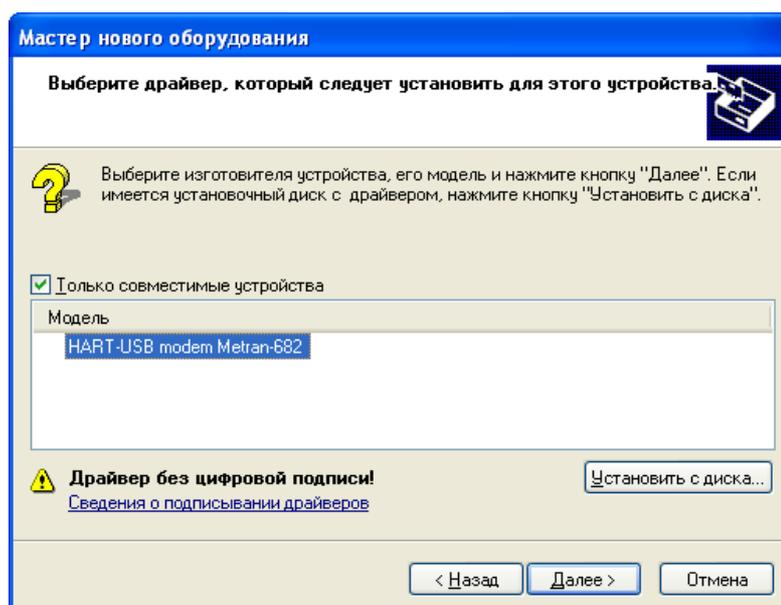
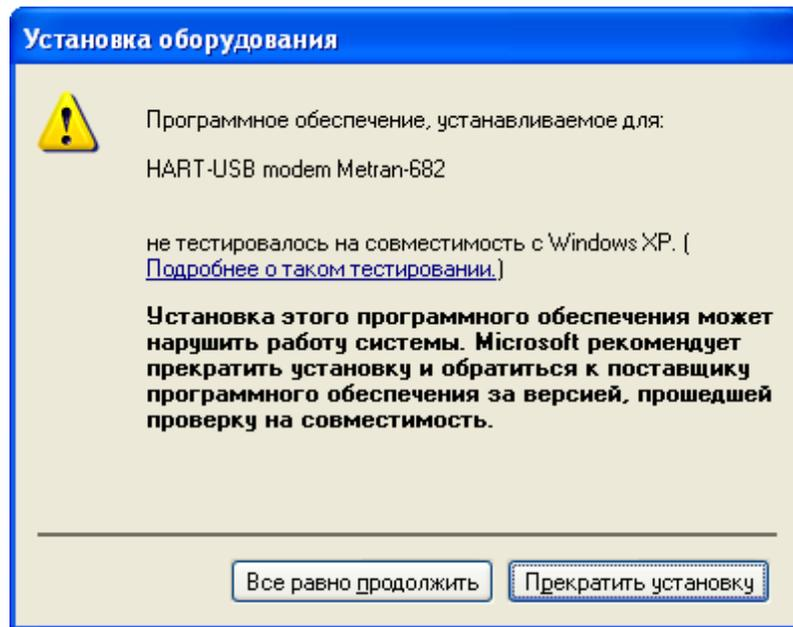

Рисунок 8
Рисунок 9
2.2.3.7 В окне (рисунок 8) должен появиться драйвер с именем «HART-USB modem Metran-682». Нажать кнопку «Далее». Подтвердить установку данного программного обеспечения для Windows XP (рисунок 9), нажав кнопку «Все равно продолжить».